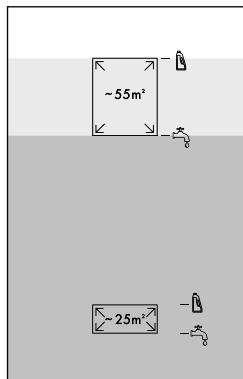

Fig. 9
- ◆ Pour de grandes surfaces (jusqu'à 55 m2), remplissez de l'eau du robinet ou de l'eau distillée jusqu'au troisième repère de niveau de remplissage dans le réservoir d'eau fraîche ⑪ (voir fig. 9).
- ◆ Pour de grandes surfaces (jusqu'à 55 m2) remplissez du produit de nettoyage jusqu'au quatrième repère de niveau de remplissage dans le réservoir d'eau fraîche ⑪ (voir fig. 9).